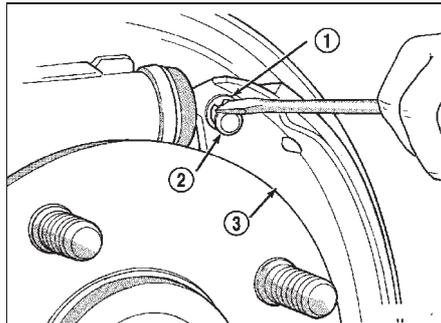

Рис. 22. Стопорное кольцо пальца рычага стояночного тормоза. 1 - стопорное кольцо, 2 - палец рычага стояночного тормоза, 3 - рычаг стояночного тормоза.
(9) Снимите стопорное кольцо пальца рычага стояночного тормоза (рис. 22).